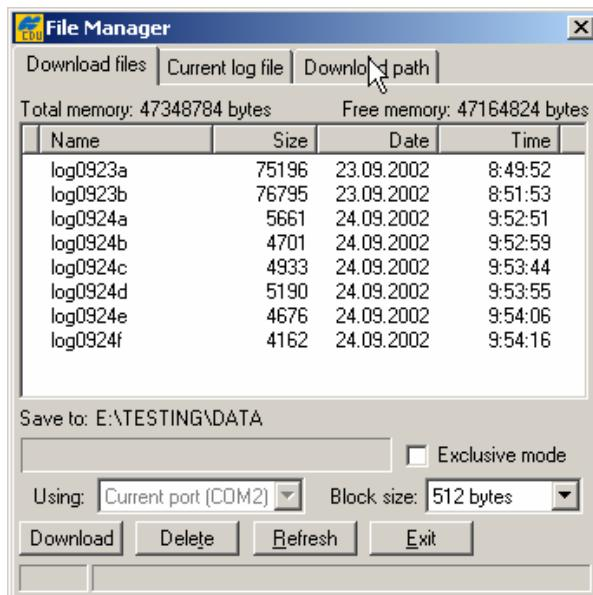

Рисунок 4-3. Выбор директории загрузки
3. Выберите пункт меню **File > File Manager** (**Файл > Управление файлами**), затем выберите вкладку **Download Path** (**Директория загрузки**) в диалоговом окне **File Manager**, см. рис.4-3.